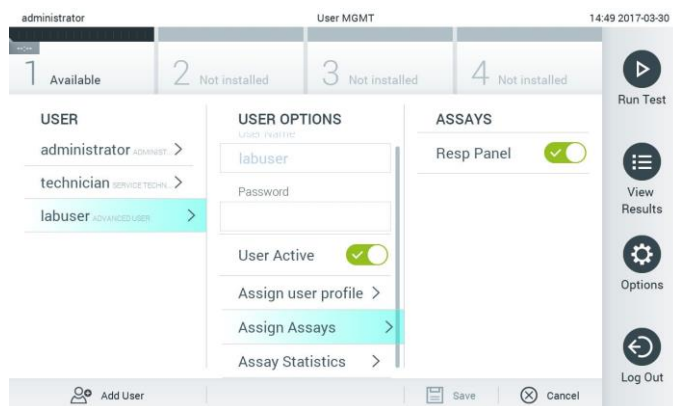

Figura 50. Assegnazione di esami agli utenti.
- Assign Assays (Assegna esami): permette di definire gli esami del database degli esami che l'utente può eseguire. Selezionare gli esami dall'elenco a destra dell'area dei contenuti. (Figura 50).